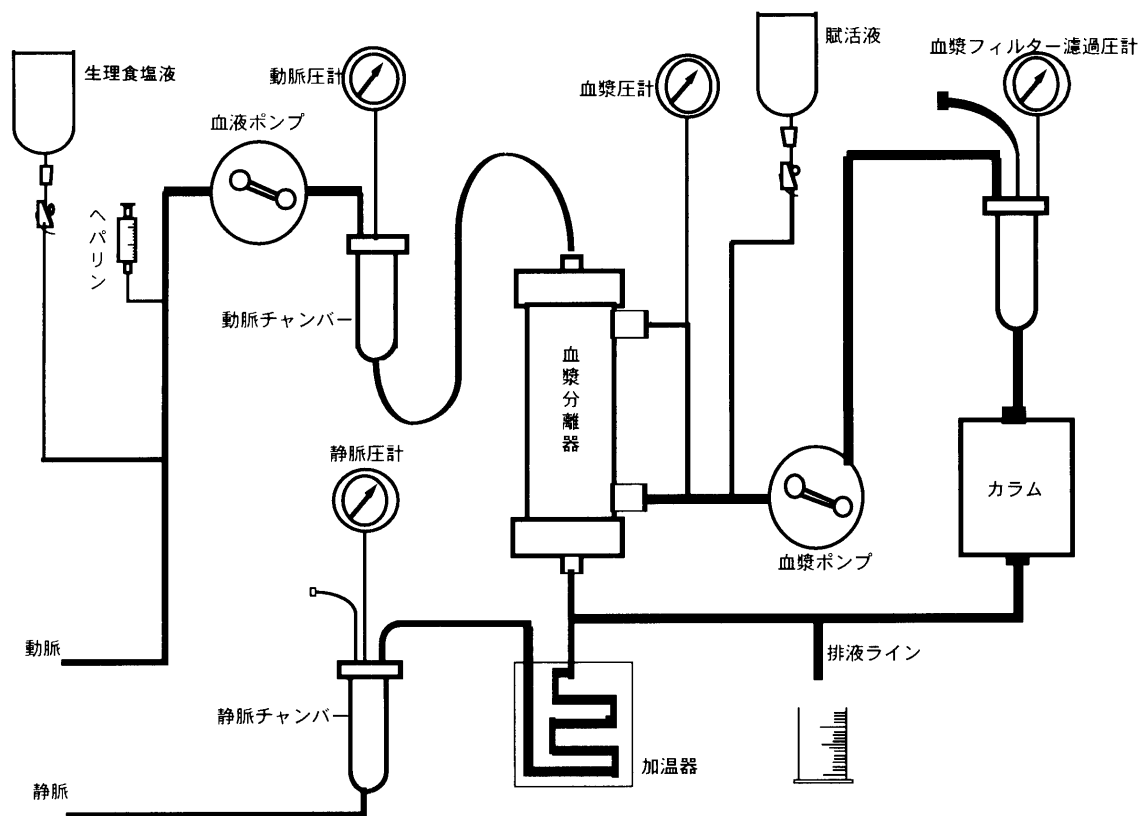
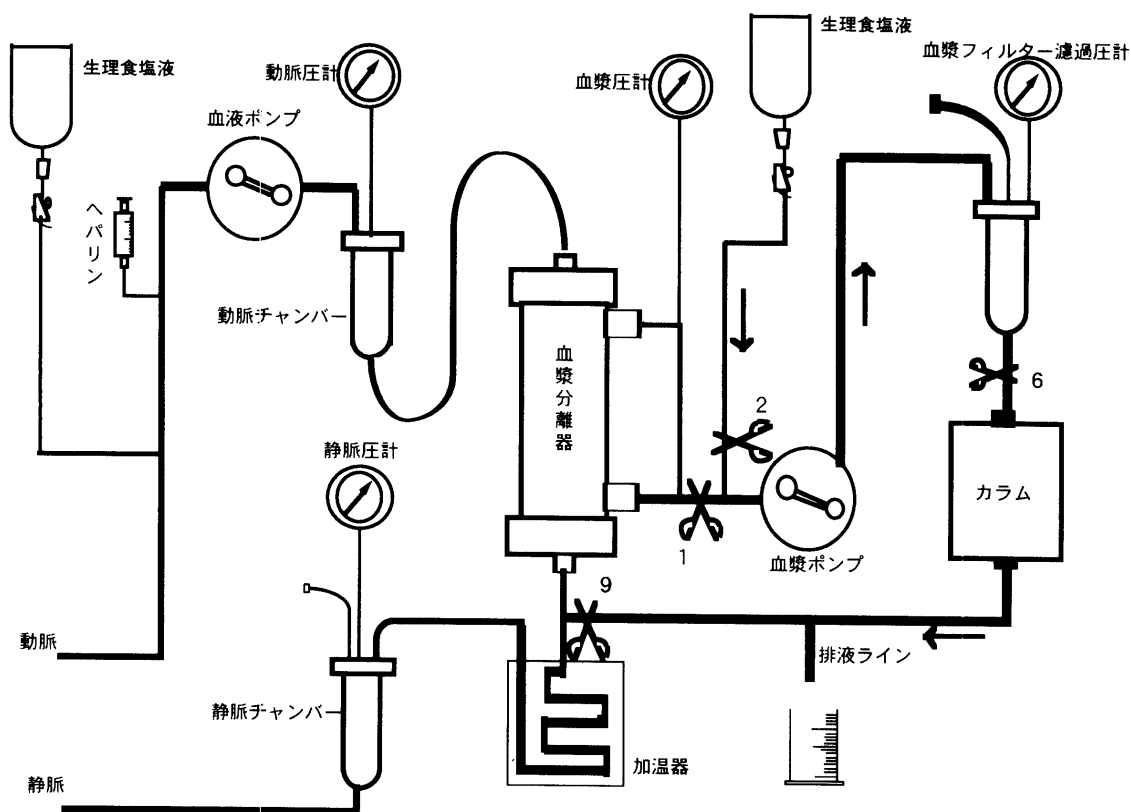

図8 血漿吸着法：回路構成
図9 血漿吸着法：カラムの洗浄
- ①血漿分離器, LDL 吸着カラム (LA-40)
- ②血液回路 (PT-520 S)
- ③生理食塩液 3,000 ml
- ④ヘパリン添加生理食塩液 1 l (ヘパリン 3~5 ml)
- ⑤HF ソリタ 1 l + ヘパリン (ヘパリン 3~5 ml)
- ⑥抗凝固薬
4.2.3 組立 (図8)
①PE の組立の項を参照し, 図8のように吸着カラム, 血漿分離器, 回路をセットする。ただし吸着カラムは回路に接続しない。また, 血液ポンプにローリングチューブをセットしない。
- ①血漿分離器の洗浄: PE の項参照
4.2.5 吸着カラムと回路の洗浄 (図9)